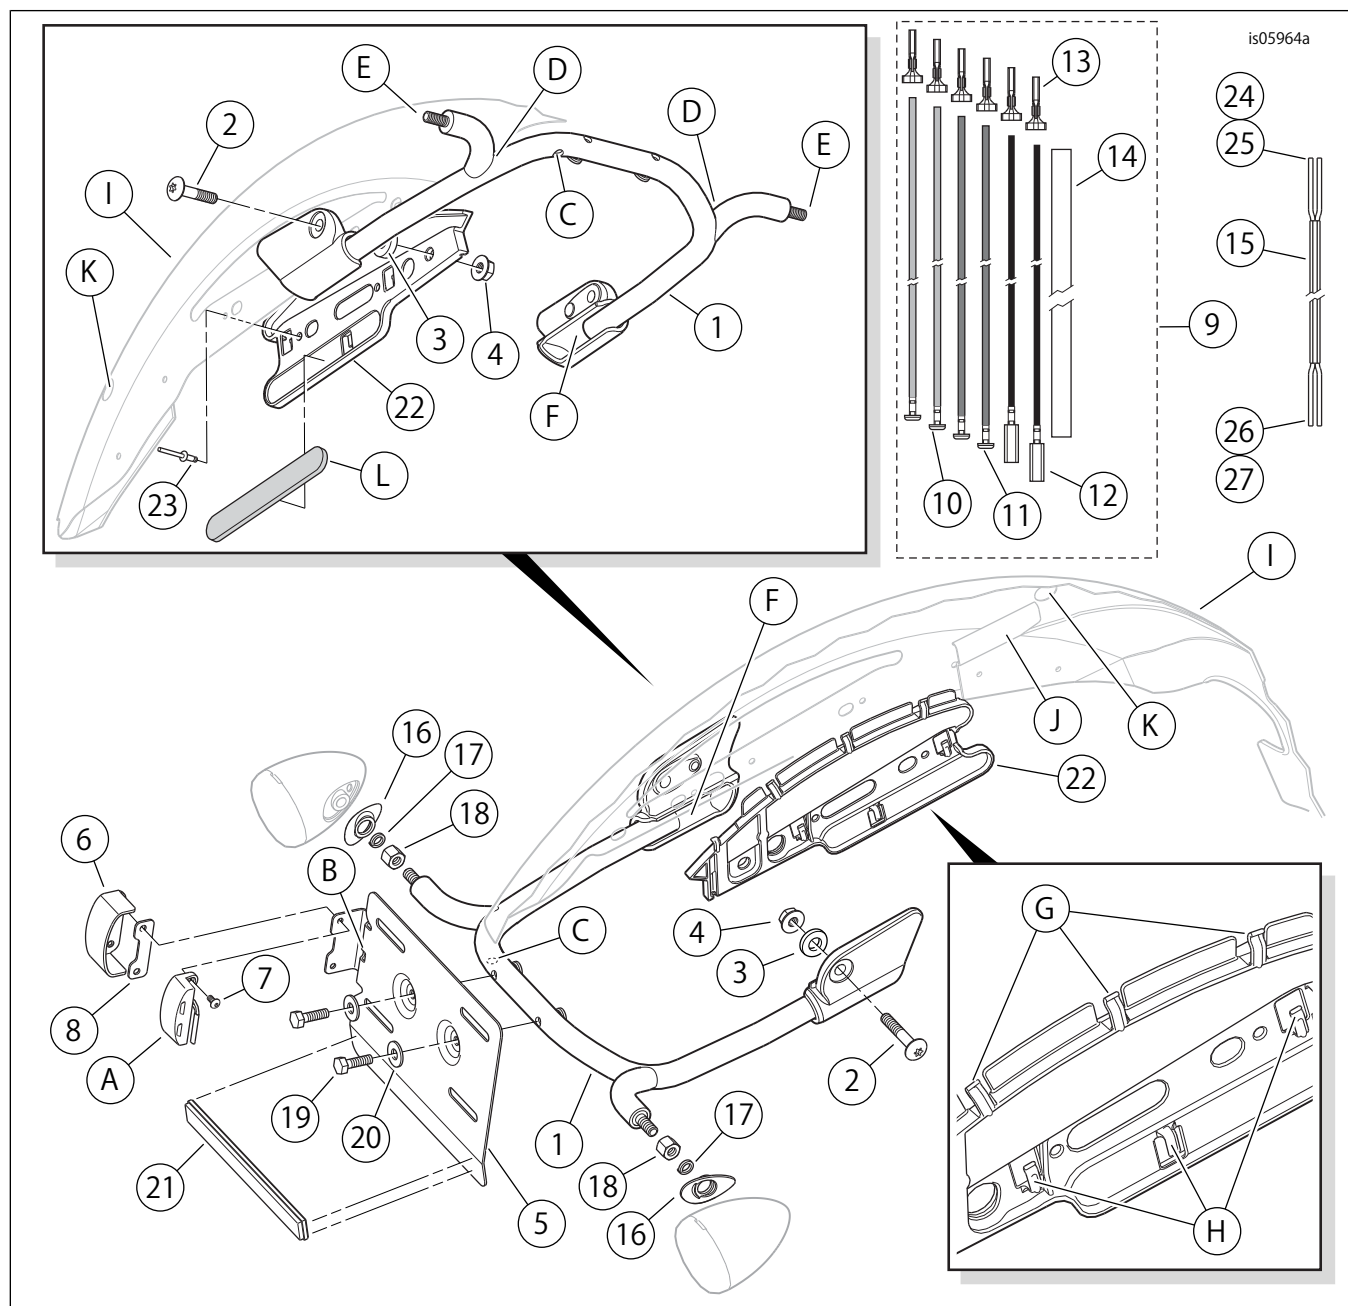

図5。交換用パーツ、XLリアストップ/テール/ターンシグナルおよびライセンスプレートリロケーションキット
3. 「図5」を参照してください。ワイヤーとコンジットをSTTリロケーション溶接チューブ(1)の穴(C)に送り、ワイヤーをチューブの左側のY型ジョイント(D)に押し込みます。
18. 「図5」を参照してください。キットの保護チューブ(14)を用意し、同じ長さにカットしたものを2個作ります。
1. 「図5」(上部挿入図)を参照してください。キットの左側リフレクターマウントブラケット(22)とポップリベット(23)を用意します。ブラケットをフェンダーの内側左に位置決めし、取り付け穴とフェンダー内の穴(ドリルで外したリベットによる)を合わせます。右側の類似のブラケットを参照します。
2. 「図5」を参照してください。キットのライセンスプレートイルミネーターハーネスエクステンション(15)、ピンハウジング(24)、(25)、ソケットハウジング(26)、(27)を用意します。2013年以前のモデルでは、品目(24)、(26)をワイヤーハーネス(15)の端部に接続します。2014年以降のモデルでは、品目(25)、(27)をワイヤーハーネス(15)の端部に接続します。ピンハウジングをライセンスプレートイルミネーターソケットハウジングに接続します。